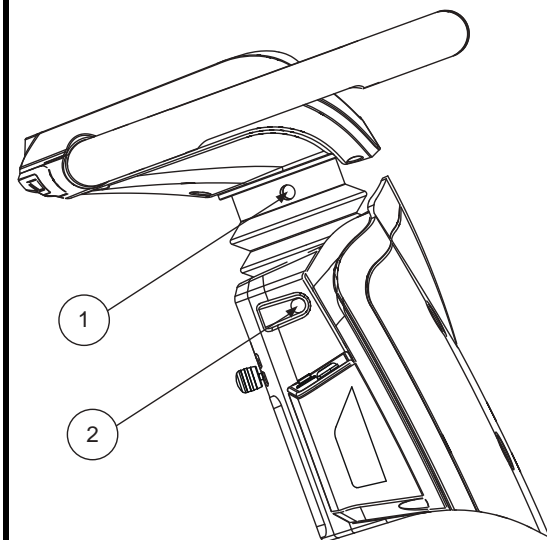

Figura 16. Ajustes de la altura del manillar/ángulo de la consola
1. Inserte una llave Allen de 5 mm en el orificio al costado del manillar y afloje el perno. **Ver la figura 16.**
1. Inserte una llave Allen de 6 mm en el orificio al costado del manillar y afloje el perno. **Ver la figura 16.**